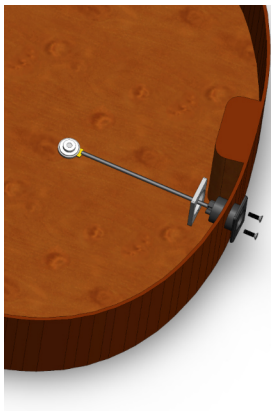
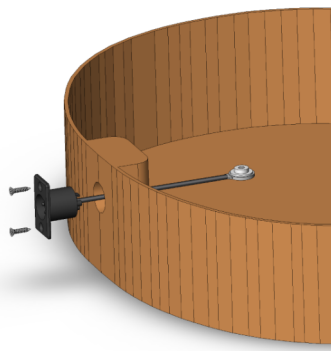

Fig. 1:
Fig. 2:
2. Scegliere se si vuole installare il connettore jack da 1/4" sul lato (Fig. 1) o sul tailblock (Fig. 2)
2. Scegliete se volete installare il connettore XLR sul lato (Fig. 1 - passo 3.1) o sul tailblock (Fig. 2 - passo 4.1)